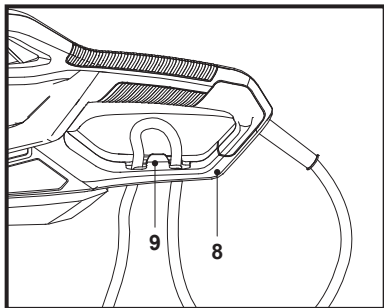

Fig. 2a
1. Replier la rallonge à environ 30 cm en partant de l'extrémité et faire passer la boucle dans le trou de la protection arrière (8) (Fig. 2a).